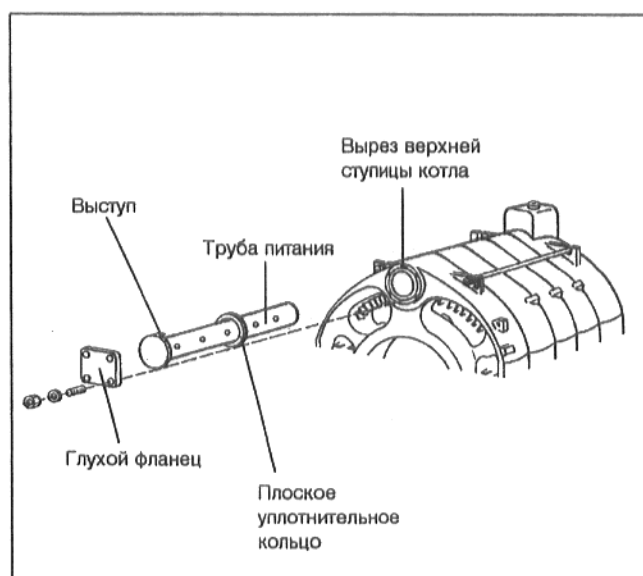

Рис. 17
- Надеть плоское уплотнительное кольцо на трубу питания (Рис. 17).
- Вставить трубу питания согласно Рис. 17 спереди в верхнюю ступицу котла.
- ☞ Выступ (Рис. 17) на закрывающей пластине трубы питания должен войти в вырез верхней ступицы котла. Благодаря этому труба питания фиксируется таким образом, что выходные отверстия трубы питания всегда направлены под углом 30° вверх, в результате чего обеспечивается оптимальное распределение воды в зоне верхней ступицы котла.